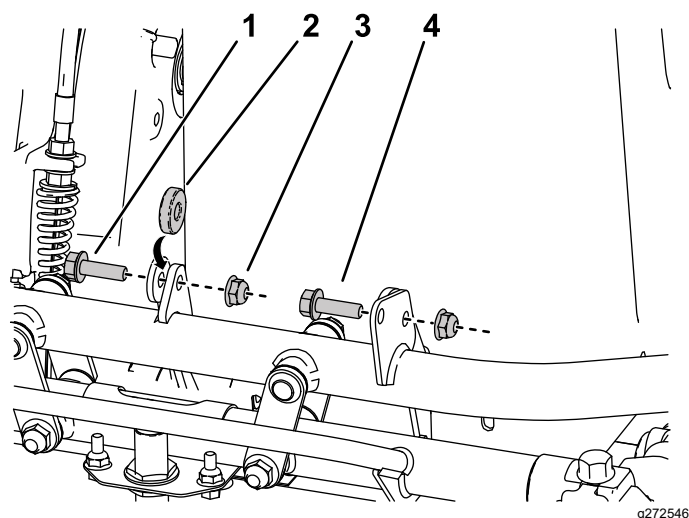

Figura 10
1. Alinai partea din față a suportului noii baterii pe cadru i instalezi componentele aa cum se arată în Figura 10.